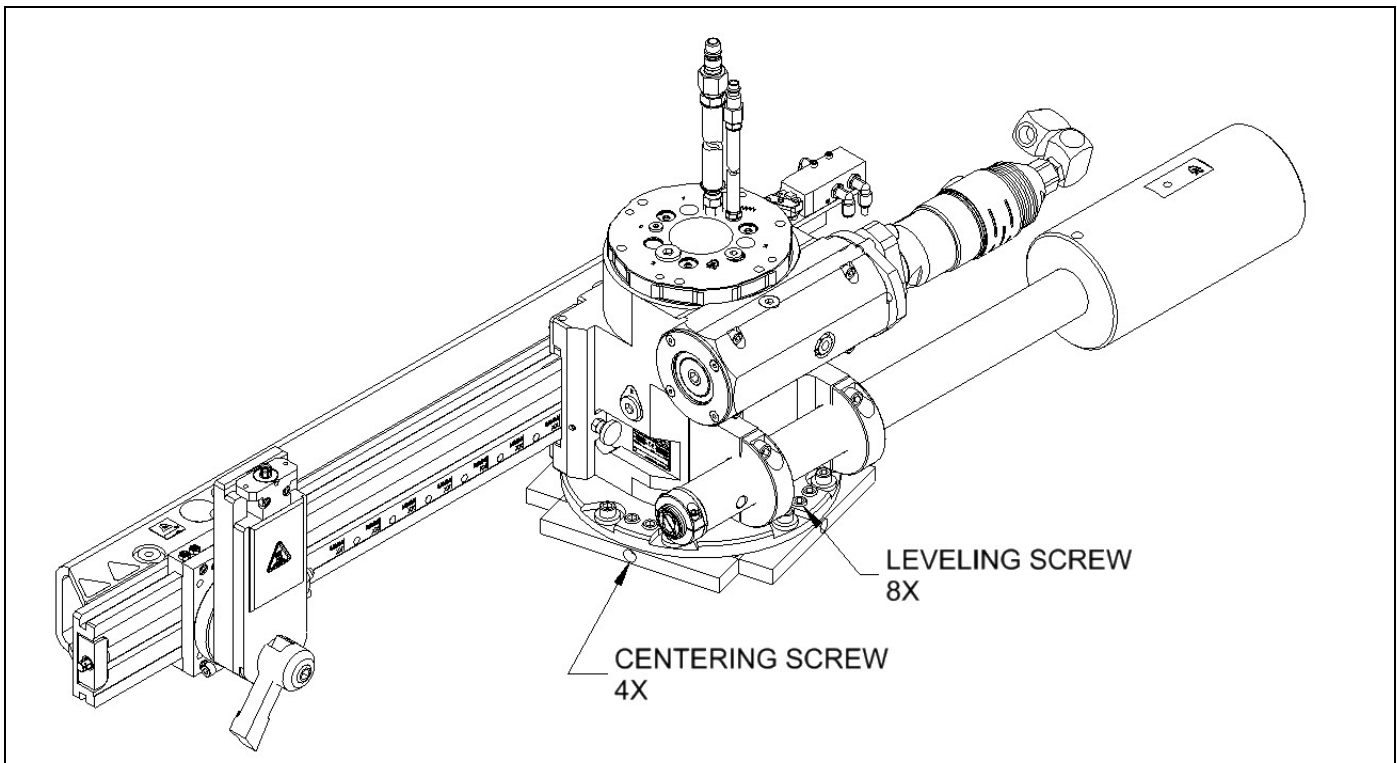

FIGURE 3-25. FF6300 ENSEMBLE DE MONTAGE EN FACE AVANT
4. Mettez la machine à niveau à l'aide de deux vis de réglage M16 dans chaque quadrant de la plaque de montage (Figure 3-25).